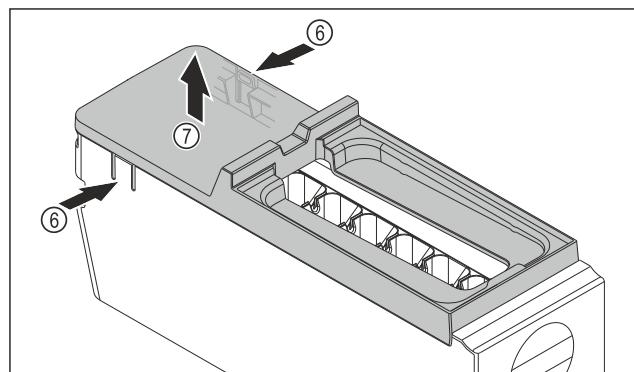

Fig. 77
- Снимите крышку корпуса EasyTwist-Ice: Надавите рукой на накладки Fig. 77 (6) с обеих сторон корпуса EasyTwist-Ice.
- Другой рукой снимите крышку Fig. 77 (7) по направлению вверх.